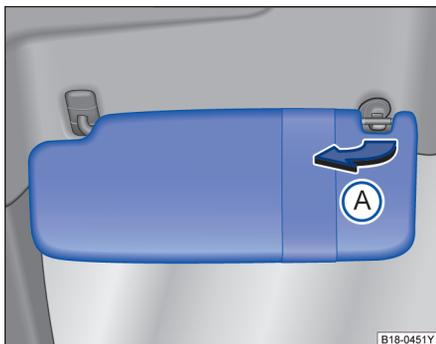

图 73 遮阳板
- 用一只手按压旋转轴的一端，用另一只手的拇指按压卡扣的上端，并用其它的手指将遮阳板倾斜上抬，并缓缓取出，否则容易造成上方固定点的损坏 ⇒ 图 73 A。